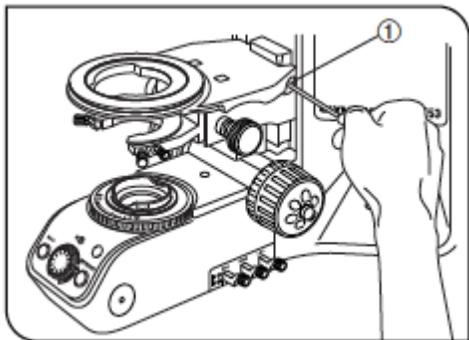
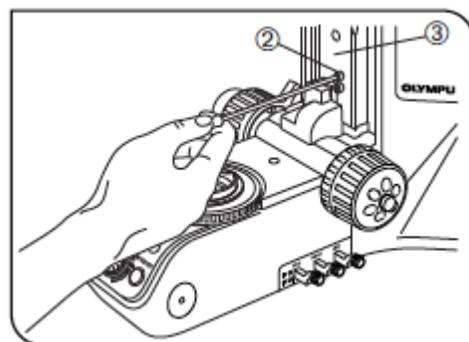

图 15
图 16
(图 15 和图 16)
2. 使用六角螺丝刀拧松载物台下架固定螺钉①，并取下载物台下装配件（图 15）。
3. 旋转粗调旋钮，并将对焦架③抬升到可以看见镜臂限位螺钉②的地方（图 16）。
4. 使用六角螺丝刀拧松并取下上端的限位螺钉②。
- ◎ 将取下的限位螺钉②存放在安全的地方，请勿丢失，以后需要时会再次使用。